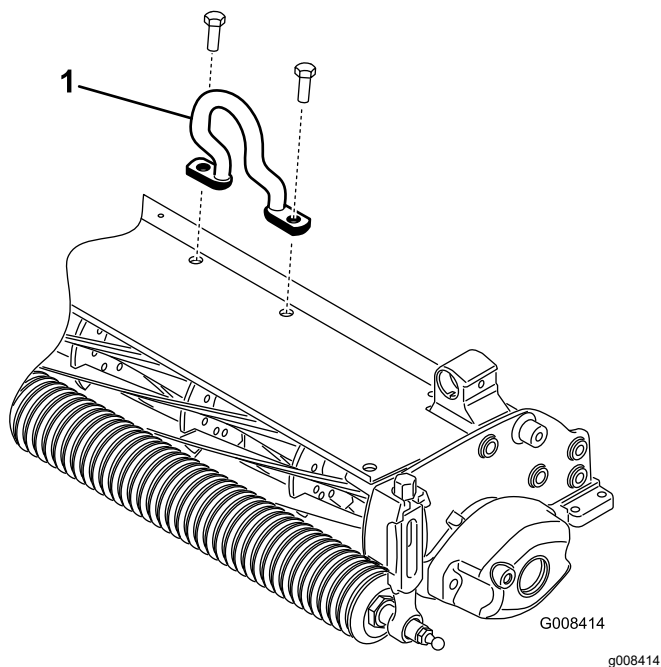

Figura 6
2. Instalai ză cotită (Figura 6) în partea superioară a unităii de înlăturare a ierbii uscate cu 2 uruburi cu cap.